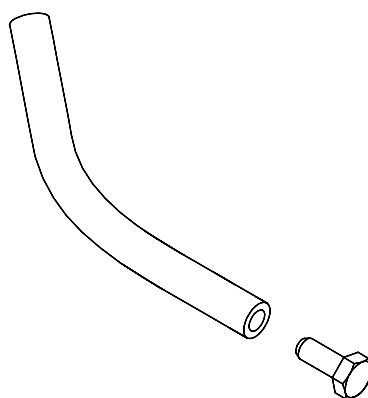

图 5.27 - 用于维修的阻流器(需要 2 个)
- 按照图 5.27 所示, 在 $3/4$ 英寸 (19 mm) 的硅管中插入 2 个夹具, 以隔离变流器模块的垂直歧管和水平歧管之间的液体流动。